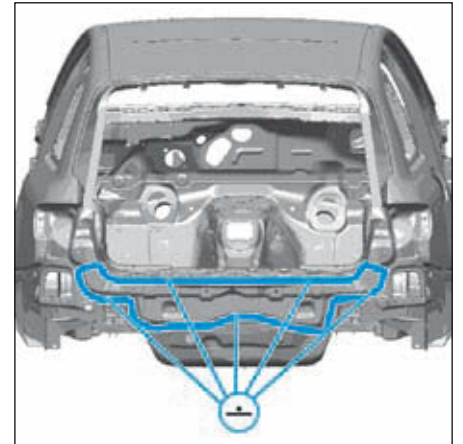

FIG. 136
- Ajuster et souder comme illustré (Fig.136).